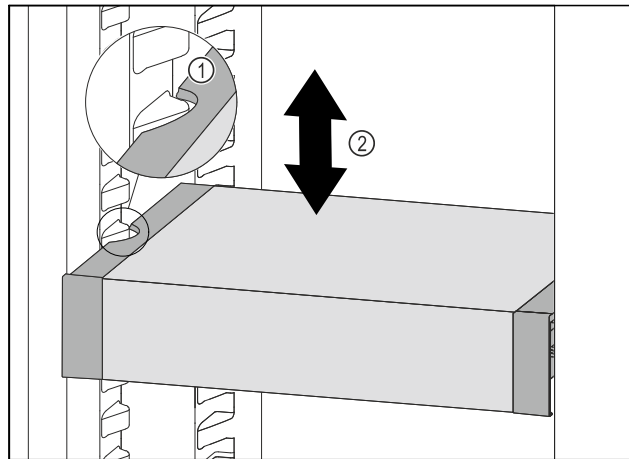

Fig. 152
- ▶ Тяните VarioSafe вперед, пока боковые выемки VarioSafe не окажутся на высоте выступа резервуара в холодильном отделении. Fig. 152 (1)
- ▶ Двигайте VarioSafe в холодильном отделении вверх или вниз, пока не будет достигнута требуемая высота. Fig. 152 (2)